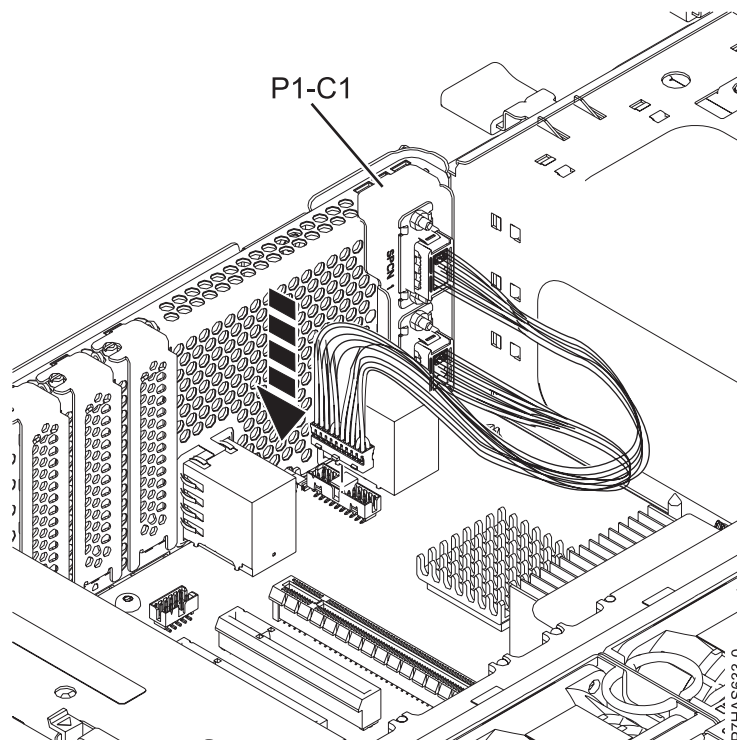

Figure 3. Installation de l'assemblage de câble SPCN
- c. Insérez l'autre extrémité du câble dans le connecteur situé sur le fond de panier du système (voir la figure 3, à la page 5).